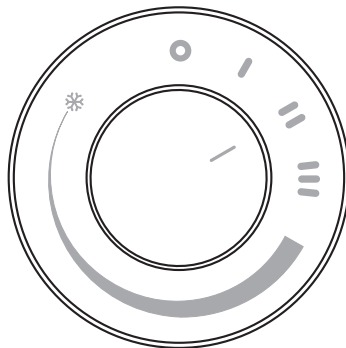

fig. 3
- Zur Einstellung der Funktion MITTLERE LEISTUNG, drehen Sie den Drehgriff, sodass der Anhaltspunkt "I" mit dem Symbol "II" auf dem Steuerpanel (Abb.3) übereinstimmt.
- Para activar la función POTENCIA MEDIA, gire el mando de tal forma que la referencia "I" quede alineada con el símbolo "II" del panel de mandos (Fig. 3).